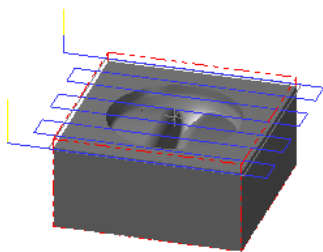

图 4.9 刀具路径
Step10. 单击“2D 刀具路径 – 平面铣削”对话框中的 按钮，完成加工参数的设置，此时系统将自动生成图 4.9 所示的刀具路径。